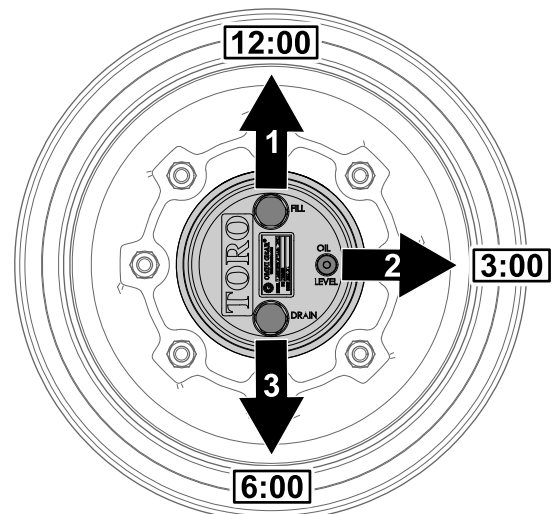

Figura 72
1. Parcați mașina pe o suprafață plană și poziționați roata astfel încât buoul de umplere să fie în poziția corespunzătoare orei 12, buoul de verificare în poziția corespunzătoare orei 3 și buoul de golire în poziția corespunzătoare orei 6 (Figura 72).
- Îndepărtați buoul de verificare în poziția corespunzătoare orei 3 (Figura 72).
- Parcați maina pe o suprafață plană, poziționați roata astfel încât buoul de umplere să fie în poziția corespunzătoare orei 12, buoul de verificare în poziția corespunzătoare orei 3 i buoul de golire în poziția corespunzătoare orei 6; consultați Figura 72 din Verificarea